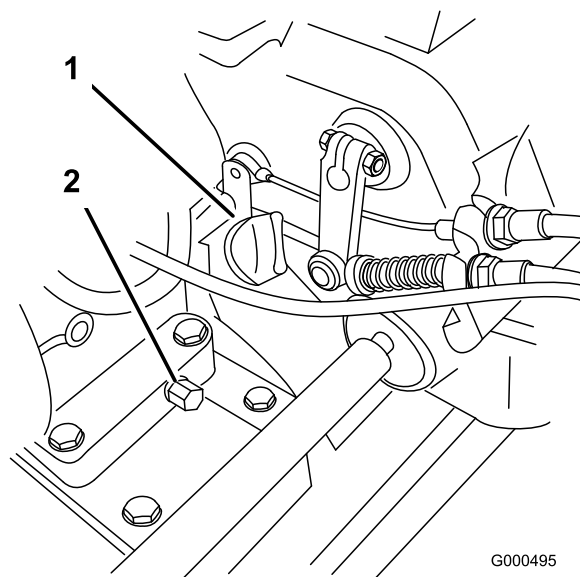

Figura 22
1. Coloque o cortador de maneira a que o motor esteja nivelado e limpe à volta o medidor do nível de óleo (Figura 22).
2. Coloque um recipiente de drenagem na traseira da máquina, debaixo do tampão de escoamento (Figura 22). Retire o tampão de escoamento.